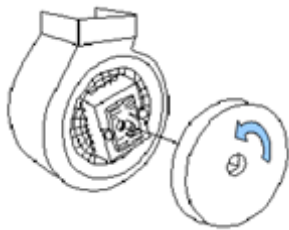
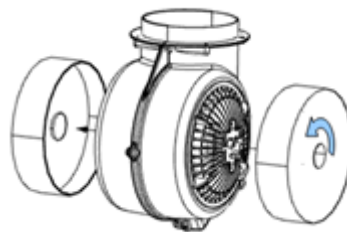

Abb.6
Abb. 7
Die Haube ist so konzipiert, dass ein (Bild 6) oder je nach Modell- zwei Filter (Bild 7) auf beiden Seiten der Turbine angebracht werden können. Kohlefilter können nicht gewaschen oder regeneriert werden und sollten mindestens alle 6 Monate oder bei Bedarf, häufiger ausgetauscht werden. Bitte denken Sie daran immer beide Filter auszuwechseln.
Austauschen des Kohlefilters (Abb. 6, Abb. 7)
4. Entfernen Sie den Kohlefilter in der Haube des Turbinengehäuses auf beiden Seiten (Abb. 6) oder einen Filter auf der Vorderseite (Abb. 7), indem Sie ihn gegen den Uhrzeigersinn drehen.